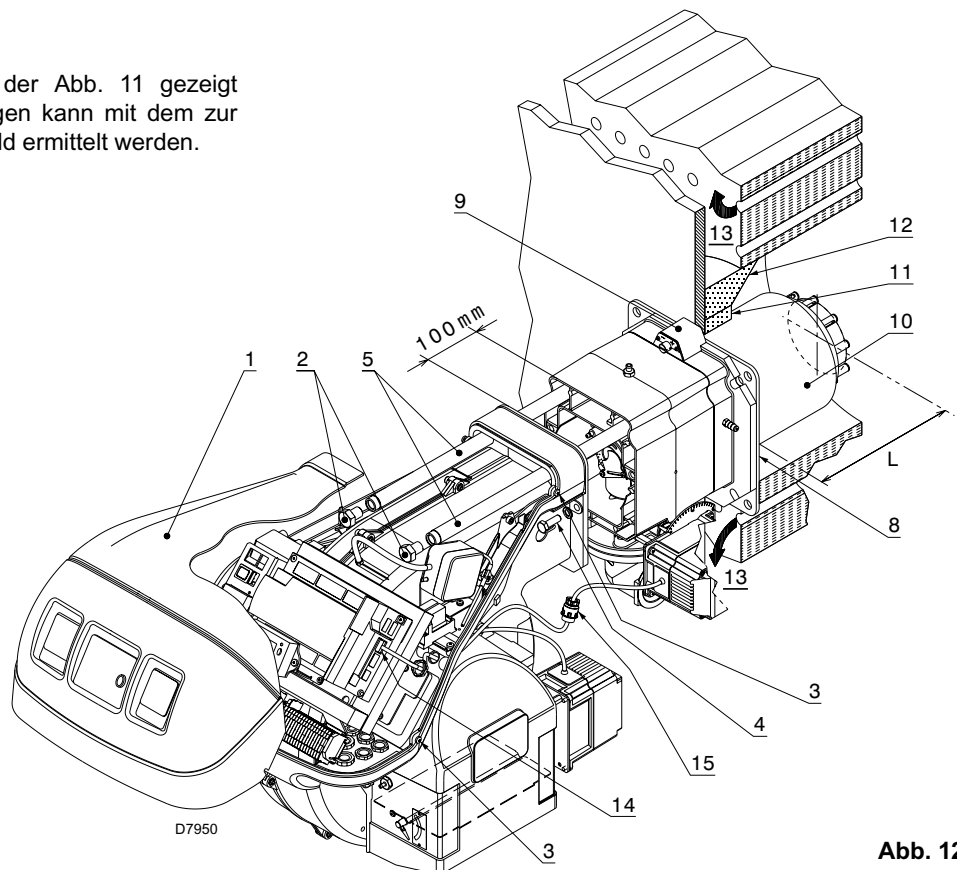

Abb. 12
Dann den Flammkopf vom übrigen Brenner trennen, Abb. 12.
Nach dem Ausführen dieses eventuellen Vorgangs den Flansch 9)(Abb. 12) an der Heizkesselplatte befestigen, wobei die mitgelieferte Isolierdichtung 8)(Abb. 12) einzufügen ist.
- den Brenner auf den Führungen 3) etwa 100 mm von Muffe 4) - Brenner in der in Abb. 12 gezeigten Position montieren;
- den Stecker des Stellmotors 14)(Abb. 12) anschließen und die Kabeldurchführung 15)(Abb. 12) anschrauben;